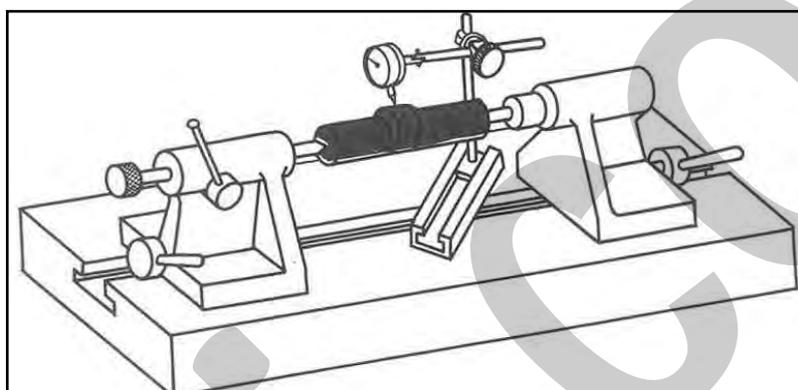

Figura 38 – Verifica dell'eccentricità del pezzo.
4. **Se necessario, verificare l'eccentricità del pezzo,** utilizzando un comparatore e facendo ruotare lentamente il pezzo (a mano) dopo averlo fissato tra le punte (vedere la Figura 38).